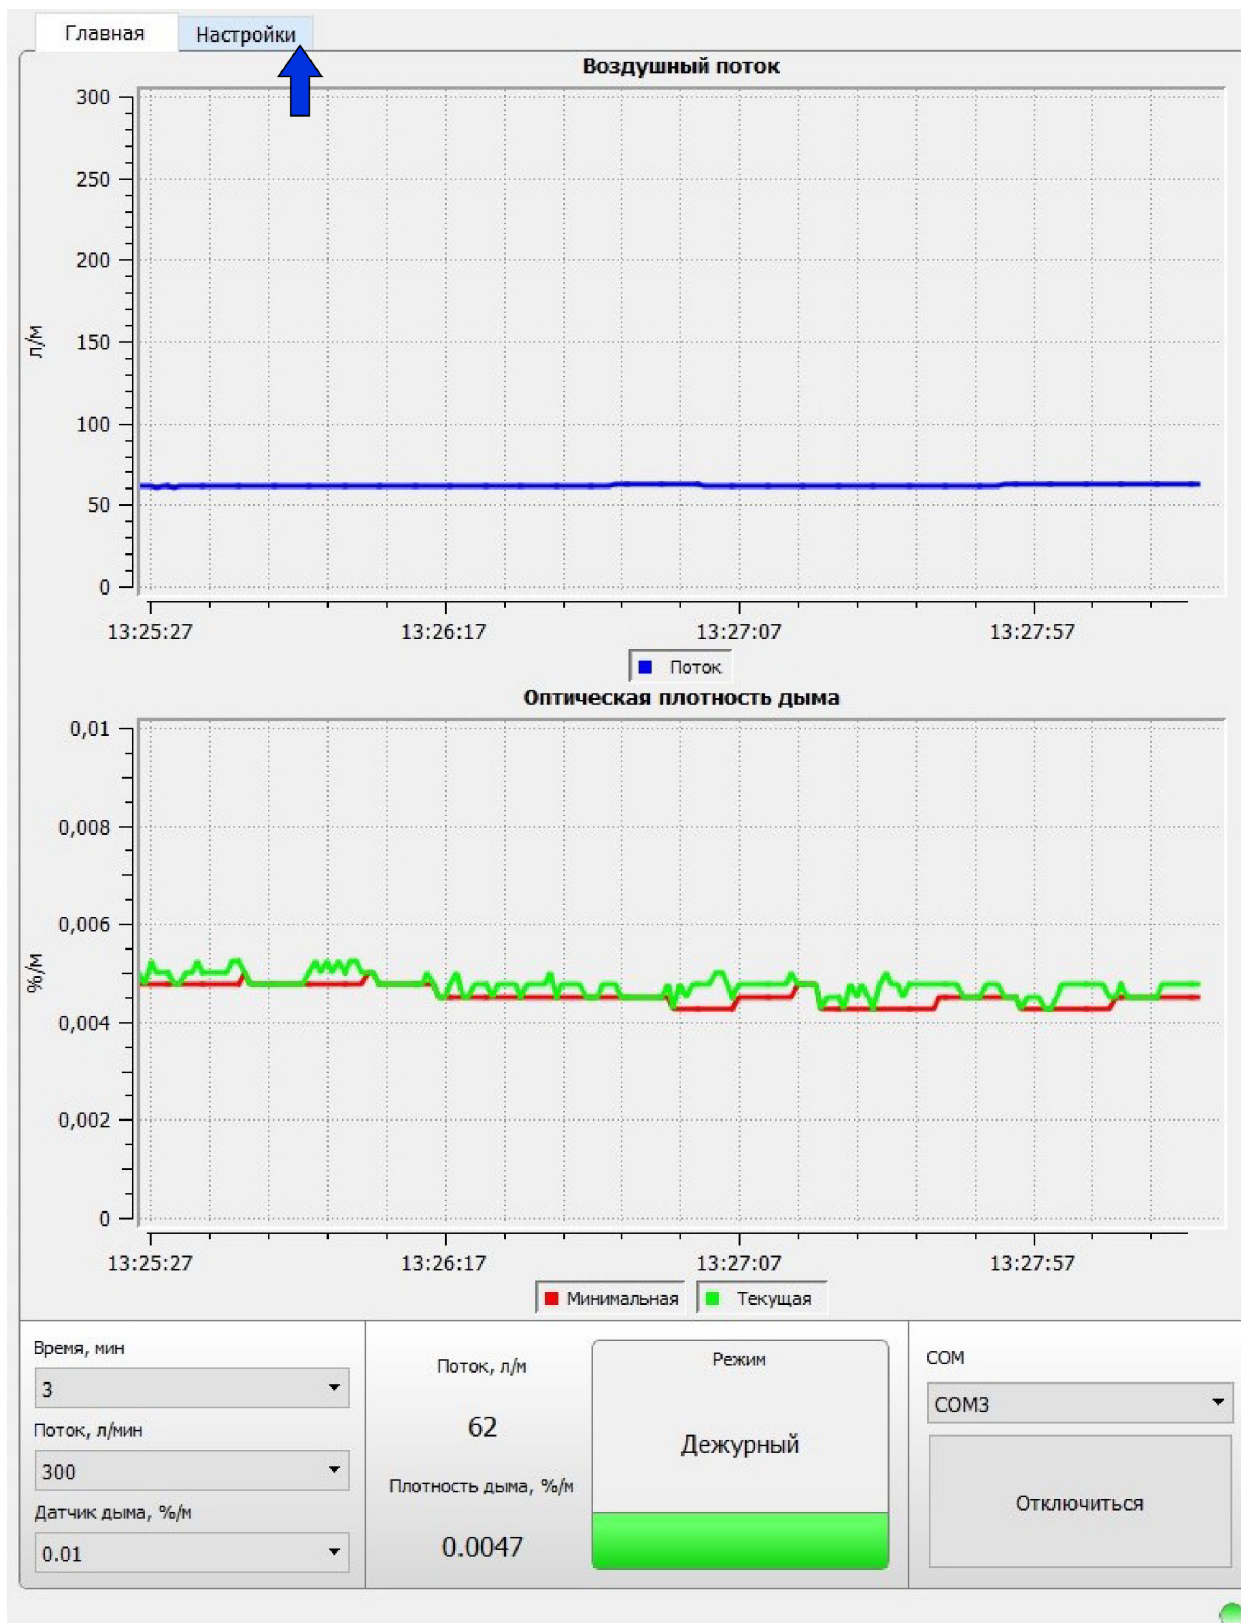
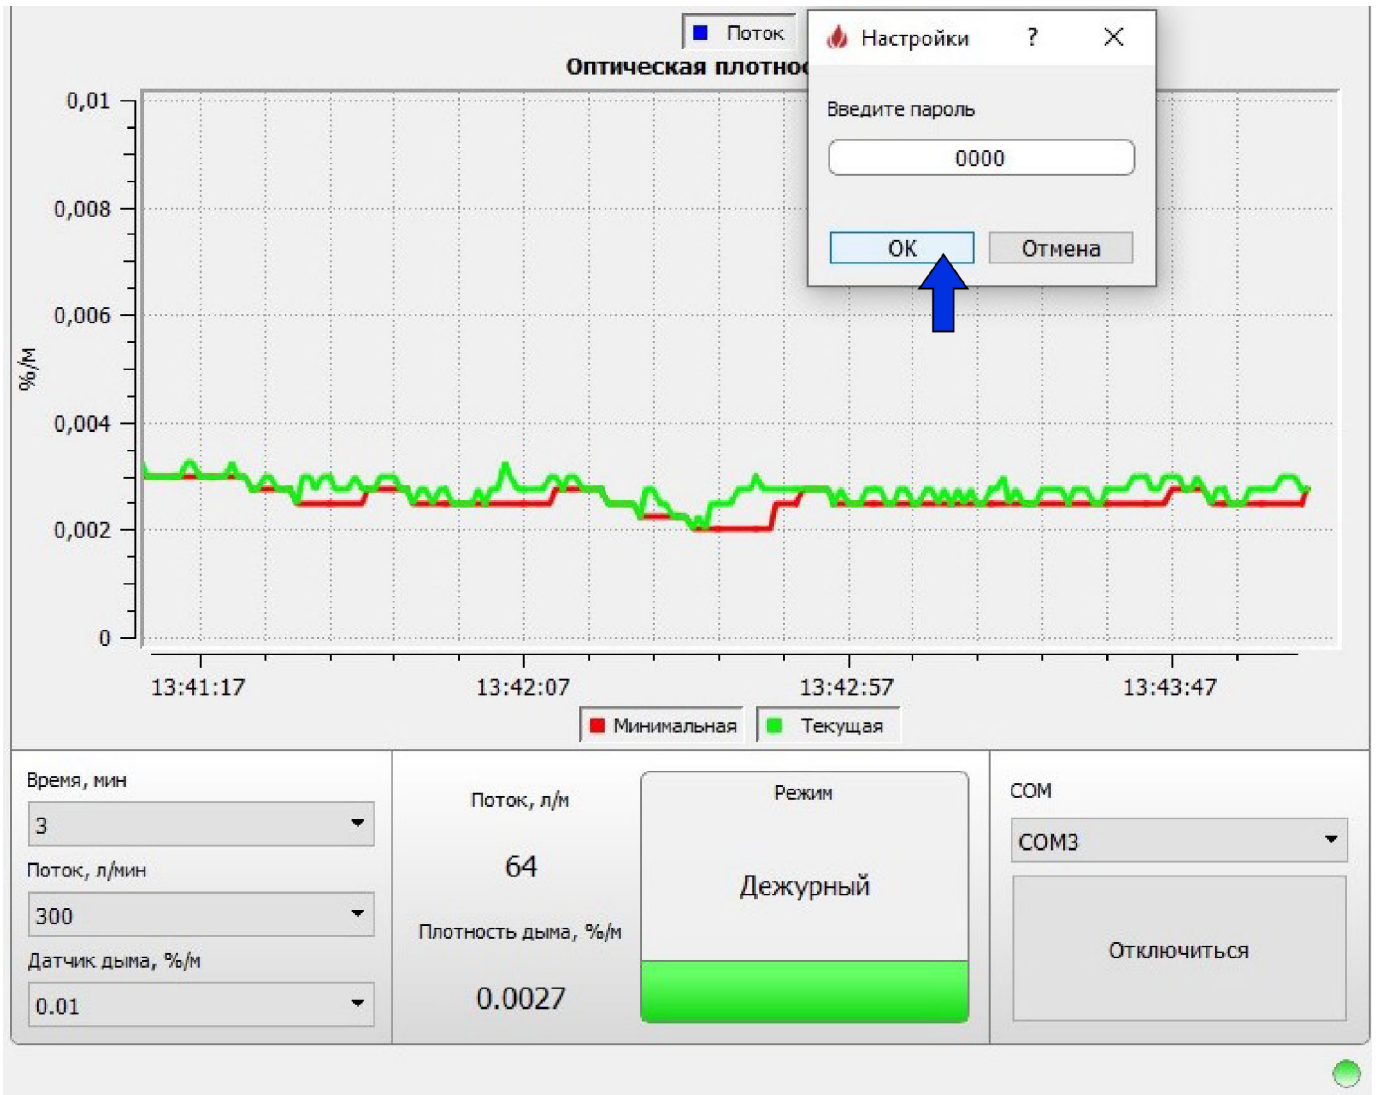

Рисунок 10 – Главное окно программы NewIPDA
Рисунок 11 – Ввод пароля «ОПЕРАТОР»
4.9 При подключении извещателя к компьютеру и запуске программы NewIPDA загружается главная закладка, на которой отображаются в графическом и в цифровом виде текущие уровни удельной оптической плотности и воздушного потока (рис.10).
Для просмотра запрограммированных параметров извещателя необходимо активировать закладку «Настройки» (рис.10), ввести в окно пароль оператора «0000» (рис.11) и открыть закладку «Оператор» (рис.12).